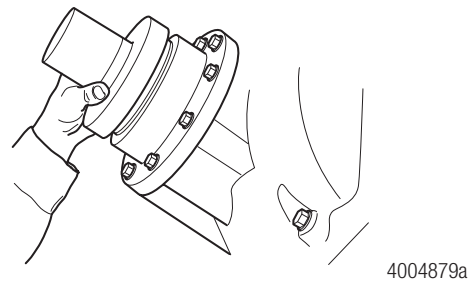

Figura 11
8. Instale el sello de entrada del eje trasero-trasero. Sostenga el sello únicamente sobre la superficie exterior. Coloque el sello dentro del instalador y alinéelo con la jaula del rodamiento de entrada del eje trasero-trasero. Use un martillo de impacto reducido y el instalador adecuado para colocar el sello en la jaula del rodamiento. Figura 11.